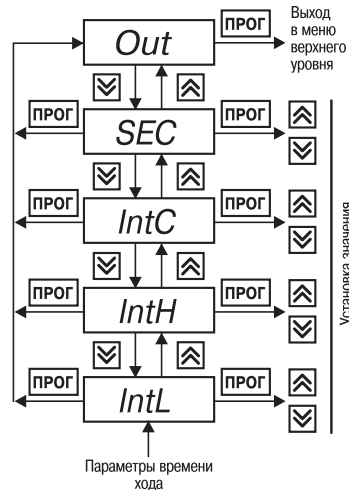

Рис. 18
6.2.2.7. Группа «**IntL**» предназначена для задания времени перемещения задвижки или затвора из одного концевое положение в другое (рис. 18). Код доступа для этой группы «_ _55».